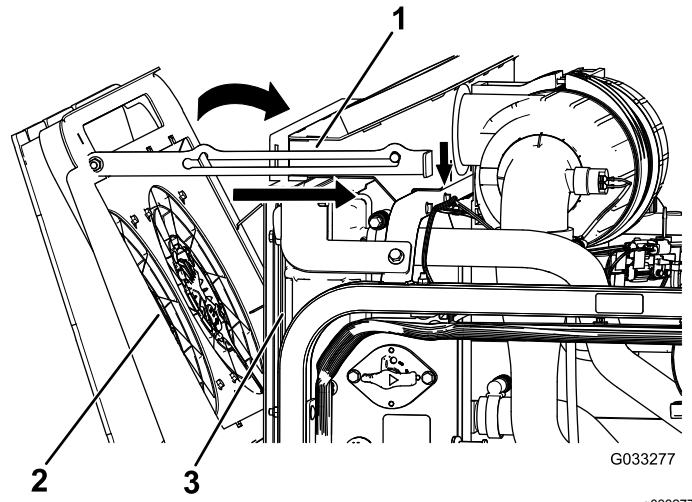

Figura 121
4. Gire hacia adelante los ventiladores de refrigeración del motor, y enganche la varilla de sujeción en la muesca (Figura 121).